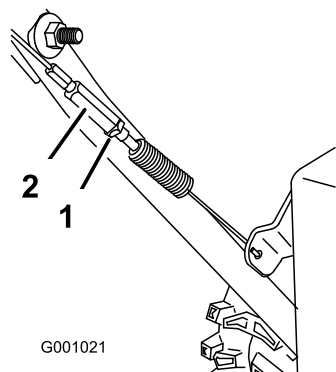

Bild 38
3. Ziehen Sie dann die Klemmmutter fest (Bild 38).